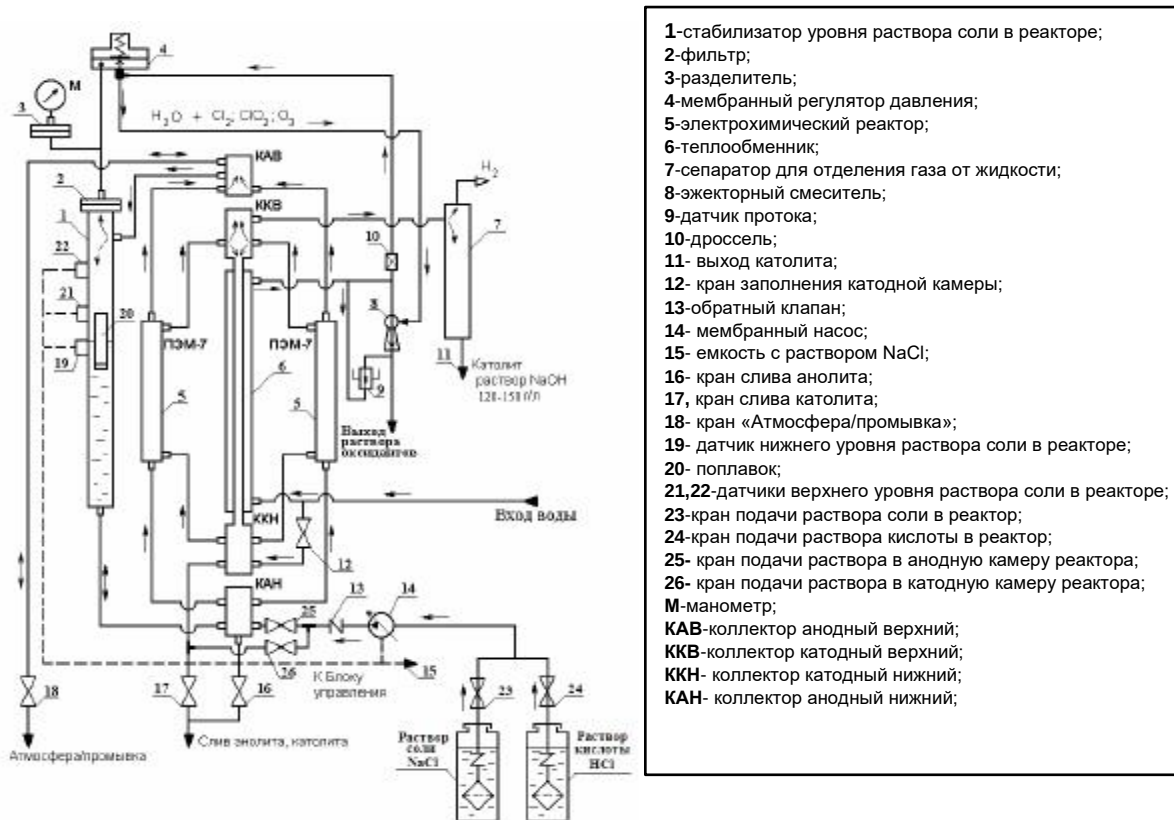
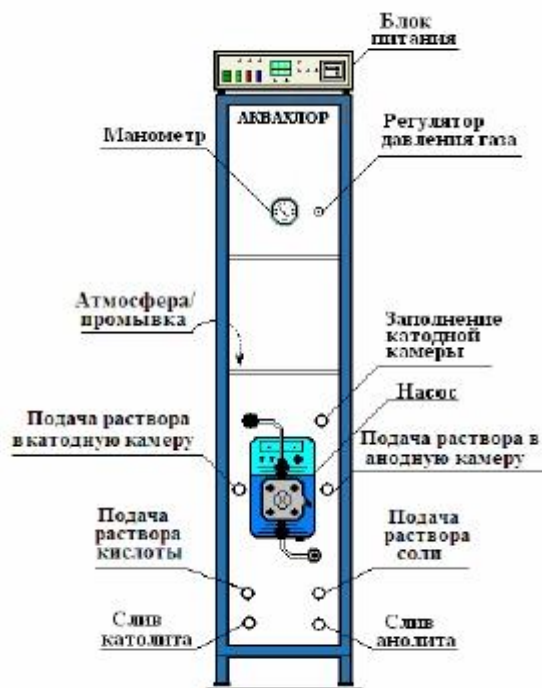
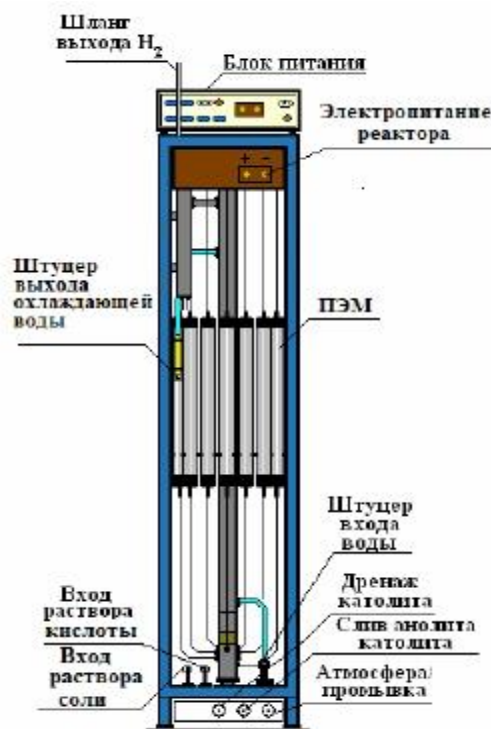
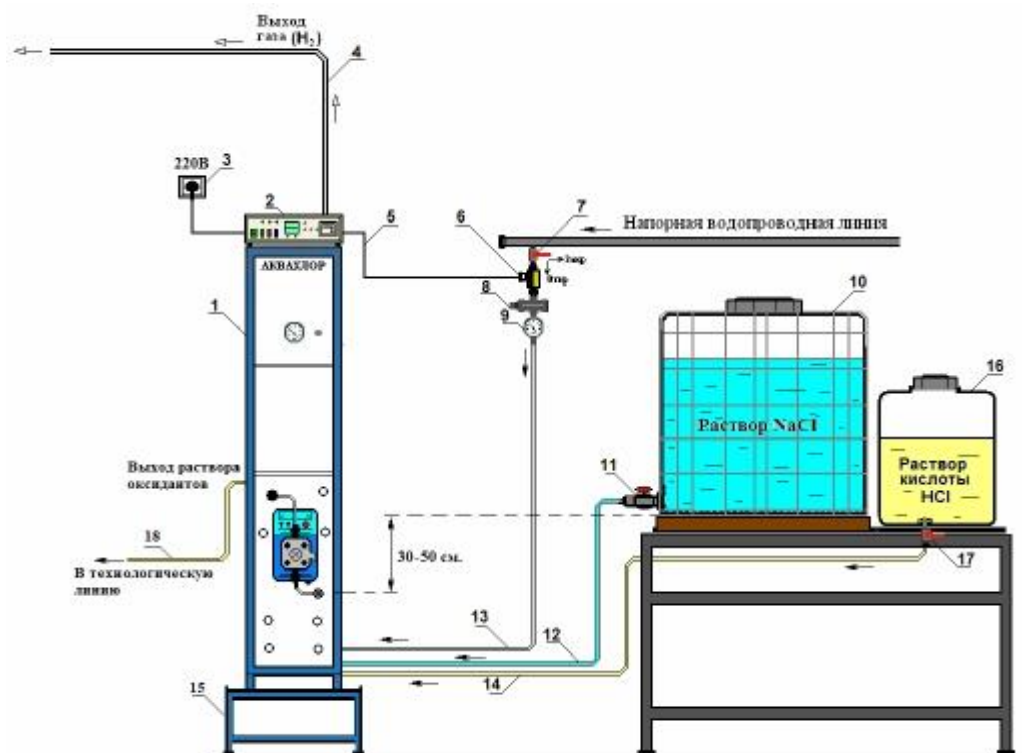

Рис.2. Принципиальная гидравлическая схема установки
Рис. 3. Передняя панель электрохимического блока установки АКВАХЛОР
Рис. 4. Вид сзади электрохимического блока установки АКВАХЛОР
Рис. 6. Подключение установки Аквахлор.
Общий вид установки (электрохимического блока) показан на рис. 1. На рис. 2 показана принципиальная гидравлическая схема электрохимического блока установки. На рис. 3, 4 показан вид спереди и вид сзади соответственно. На рис. 5 показан блок питания установки. На рис. 6 схема подключения и схема промывки установки. В состав установки входит электрохимический блок, блок питания, насос подачи солевого раствора, закрепленный на передней панели электрохимического блока. Основной частью установки является электрохимический реактор, состоящий из шестнадцати проточных диафрагменных электрохимических модульных элементов ПЭМ-7 (рис. 2) 5, соединенных гидравлически параллельно при помощи верхнего (ККВ) и нижнего (ККН) катодных коллекторов и верхнего (КАВ) и нижнего (КАН) анодных коллекторов. Верхний и нижний коллекторы катодной камеры соединены гидравлически параллельно с теплообменником 6 и образуют катодный циркуляционный контур, выход из которого, находится в верхнем катодном коллекторе (ККВ) и соединен с сепаратором 7 для отделения газа (водорода) от жидкости (католита).
Выход верхнего анодного коллектора (КАВ), через фильтр 2 и мембранный регулятор давления «до себя» 4 соединен с всасывающим патрубком водоструйного насоса 8. Настройка регулятора давления осуществляется при помощи винта с головкой на передней панели установки. Рядом с регулятором давления газа на этой же панели размещен манометр (М) для контроля за давлением газа в анодной камере реактора. Вода, охлаждающая католит, подается из водопроводной напорной линии на вход теплообменника 6, а после выхода из теплообменника - на вход водоструйного насоса 8. Часть протекающего объема воды подается на датчик протока 9, который обеспечивает включение или отключение блока питания при соответственно наличии или отсутствии протока воды через установку. Выходной патрубок водоструйного насоса 8 выведен на заднюю часть корпуса электрохимического блока - штуцер «Выход раствора оксидантов». В нижней части сепаратора 7 выполнен отвод для сброса католита в дренаж (штуцер в нижней части задней панели электрохимического блока «Дренаж католита» (рис.4). В нижней части электрохимического блока так же размещены системы вентиля и штуцеров использующихся в процессе эксплуатации и технического обслуживания установки (рис. 3,4).
Технологическая особенность установки состоит в том, что синтез оксидантов в анодной камере реактора протекает под давлением, значительно превышающем давление в катодной камере (перепад в пределах 0,6-0,8 кгс/см²). Из анодной камеры через верхний анодный коллектор (КАВ) рис.2. под повышенным давлением (до регулятора давления 4) выходит смесь оксидантов, которая, смешиваясь в водоструйном насосе 8 с потоком воды, образует раствор оксидантов. Католит, поступающий из верхнего катодного коллектора (ККВ) поступает в сепаратор 7 и удаляется из установки в виде щелочного раствора.
5.15. Открыть шаровой кран 7 (рис.6) подачи воды от напорной водопроводной линии.
5.22. Открыть на 20-30 сек. вентиль «Заполнение катодной камеры», расположенный на передней панели установки (рис.3.) и заполнить катодные камеры реакторов водой. Затем вентиль «Заполнение катодной камеры» закрыть (по часовой стрелке). Заполнение катодной камеры реактора возможно проводить одновременно с заполнением насосом анодных камер реактора).